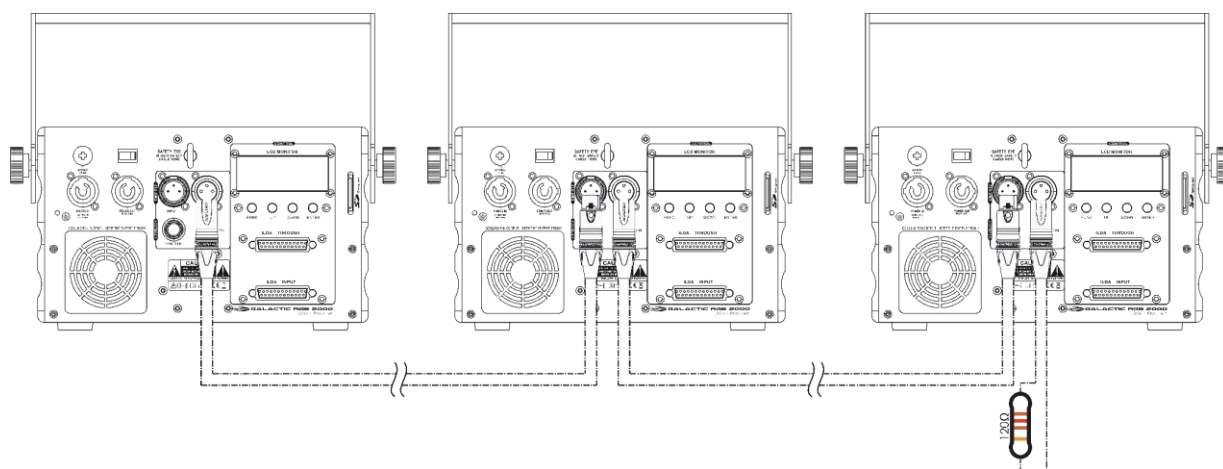

Fig. 12
- 02) Ripetere il passo 1 per collegare tutti i dispositivi come mostrato nella Fig. 12.
- 03) Inserire la scheda SD fornita in dotazione nell'**Alloggiamento SD (13)** su ciascuno dei dispositivi connessi.